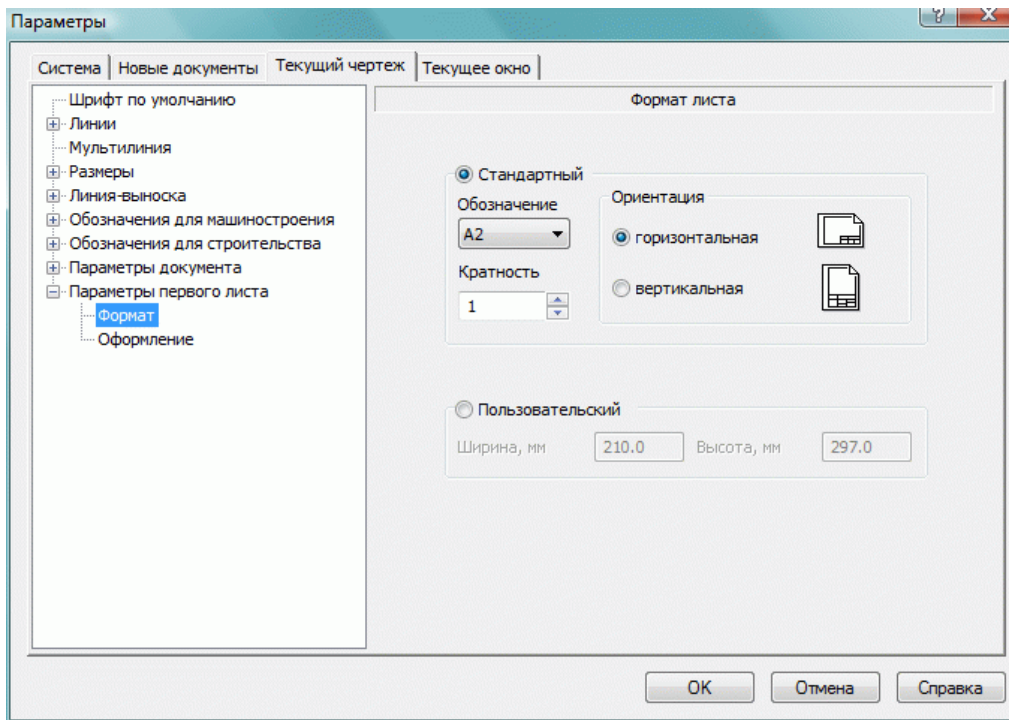

Рис. 2.3.
– открываем вкладки: **текущий чертеж – параметры первого листа – формат** и выставляем формат листа А2 и его ориентацию – горизонтальная (рис. 2.3);